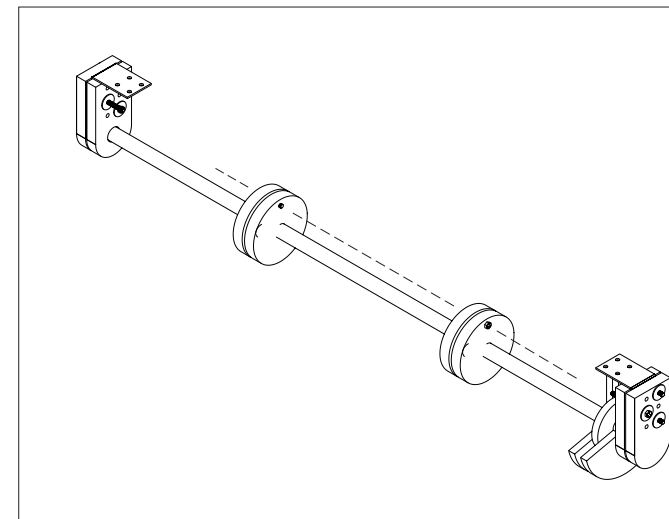

Fig. 5
6. Assembler l'axe de rotation en suivant la Fig. 5 ;